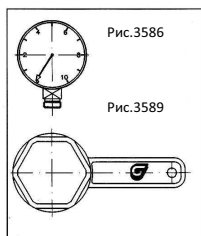

Рис.4.
Седло клапана вставить в корпус, проследить за правильным положением круглого кольца. Для облегчения монтажа слегка смазать кольца силиконовой смазкой. Между мембраной и пружинной крышкой уложить скользящее уплотнительное кольцо (7), как показано на рис. 4.